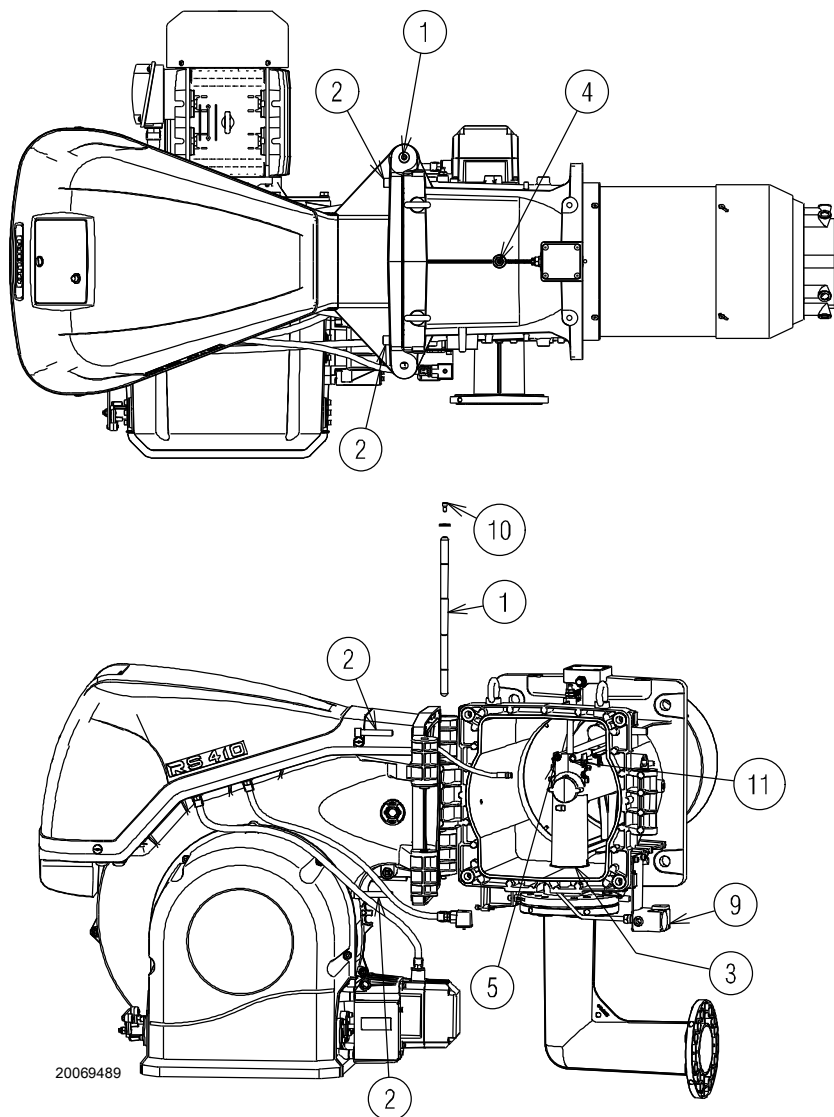

图 16
燃烧器出厂时被预设为左侧打开，因此要保持销钉 1)( 图 16) 在销孔中。
- A 断开最大燃气压力开关的插头 / 插座 9)( 图 16) ；
- D 将燃烧器全部打开，如 图 16 所示；
要从对侧打开燃烧器，必须在取下销钉 1)( 图 16) 前，确认 4 个螺丝 2) 已经拧紧。
- H 断开最大燃气压力开关插座 9)( 图 16)，之后按前述步骤从 C 步开始操作。